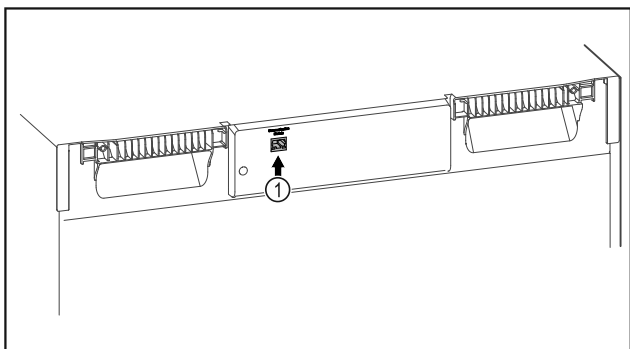

Fig. 85
- SmartModule Fig. 85 (1) ir ievietots.